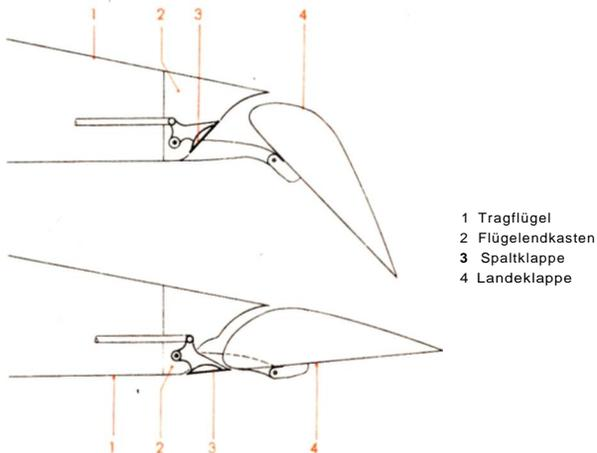

Abb. 9 Spaltklappen
Bei den eingefahrenen Landeklappen (4) (Abb. 9) wird der zwischen Flügel und Landeklappe befindliche Spalt zur Widerstandsverringering durch drei sogenannte Spaltklappen (3), die an den Flügelendkästen